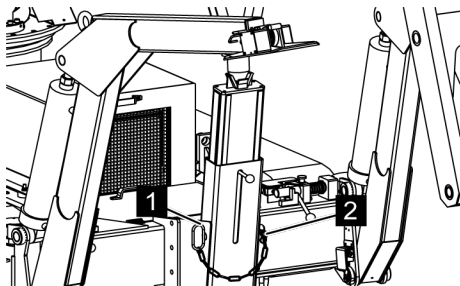

Fig. 101: Cheville de verrouillage
5. → *Rentrer la cheville de verrouillage (Voir la Fig. 101/1) et la bloquer avec la goupille fendue à ressort (Voir la Fig. 101/2).*